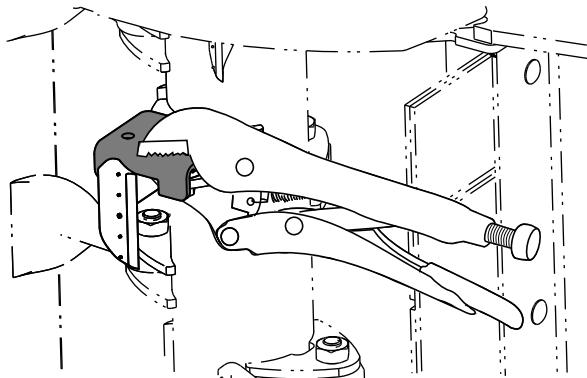

Figura 2
8. Sujete la pletina con un alicate mordaza (Figura 2).